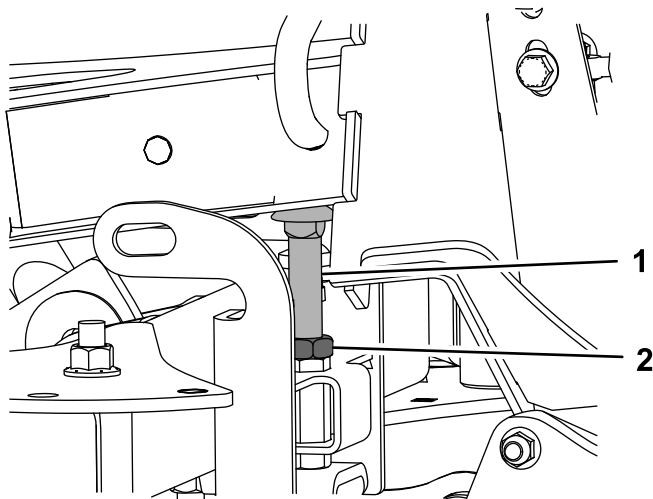

Figure 17
- C. Réglez le boulon d'arrêt jusqu'à ce qu'il maintienne l'accouplement en A à la hauteur correcte au-dessus du cadre de la machine (Figure 17).